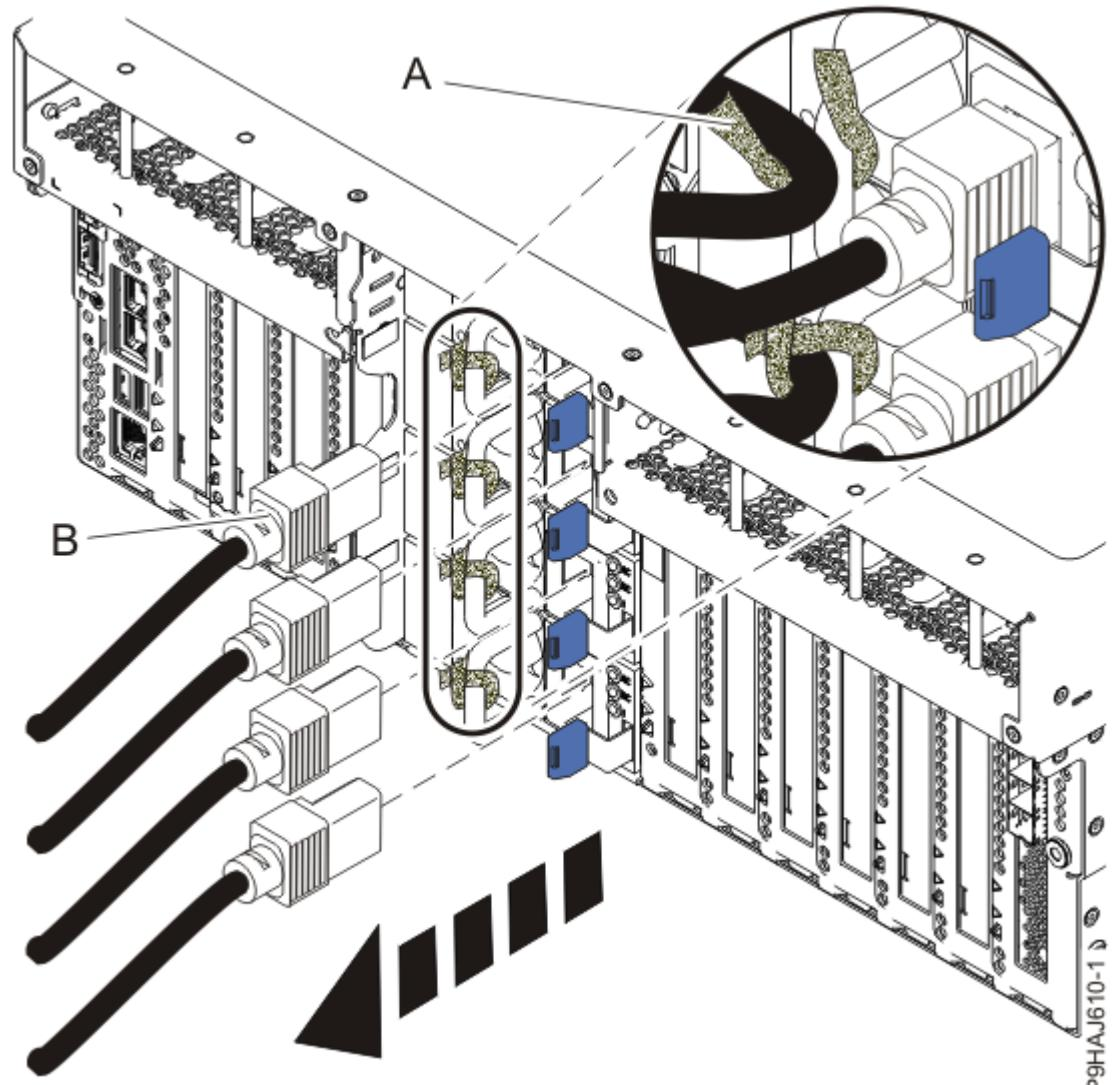

図 3. ラック・マウント型サーバーからの電源コードの取り外し
- e) 電源コードにラベルを付けて、システム装置から切り離します。7 ページの図 3 または 8 ページの図 4 を参照してください。